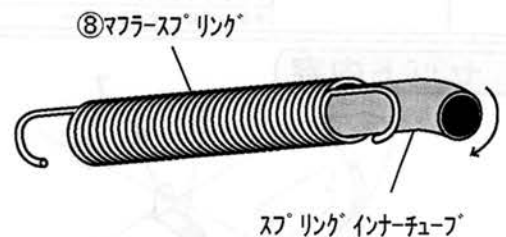

FIG. 4
4. ⑧マフラー Springs 3本にスプリングインナーチューブを取り付けて下さい。(FIG. 4参照)